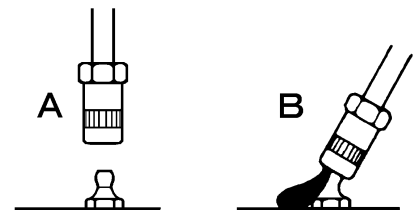

Fig.6
- 4) 給脂しようとするグリースニップルとノズルの先端をきれいに拭いてから、ノズル先端をグリースニップルに真っ直ぐに押当て、チャッキングしてください。（Fig.6 の A）
- 6) 給脂が終了し、ノズルをニップルから外す場合は、ノズルを斜めに傾けて内圧を抜いてから外してください。（Fig.6 の B）この時、若干のグリースが出てきます。